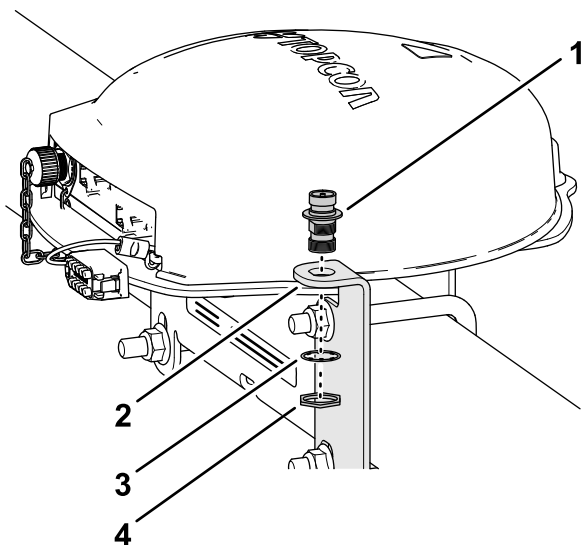

Figura 153
1. Alinee el conector coaxial con el orificio del soporte de la antena RTK, con las roscas del conector hacia abajo (**Figura 153**).
2. Monte el conector coaxial en el soporte de la antena con la arandela de freno y la contratuerca, y apriete la contratuerca a mano (**Figura 153**).